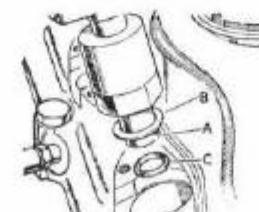

Fig. 59. Colocación de las arandelas del inyector.
2. Se extraerá el conjunto del portainyector con sus arandelas de cobre y acero de unión a la culata (fig. 59), y se instalará el nuevo portainyector, teniendo cuidado de no deteriorar el inyector, con las dos arandelas nuevas, debiendo situar la de acero con la parte hueca hacia abajo.